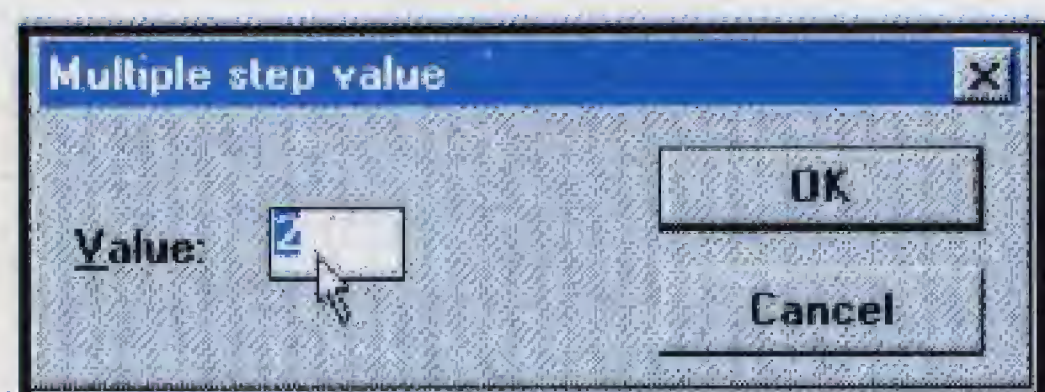

Fig.72 Digitate il numero dei passi multipli.
- Nella finestra di dialogo che appare (vedi fig.72) andate nella casella **Value** e sostituite il numero 2 con il **5**, poi andate su **OK** e cliccate.